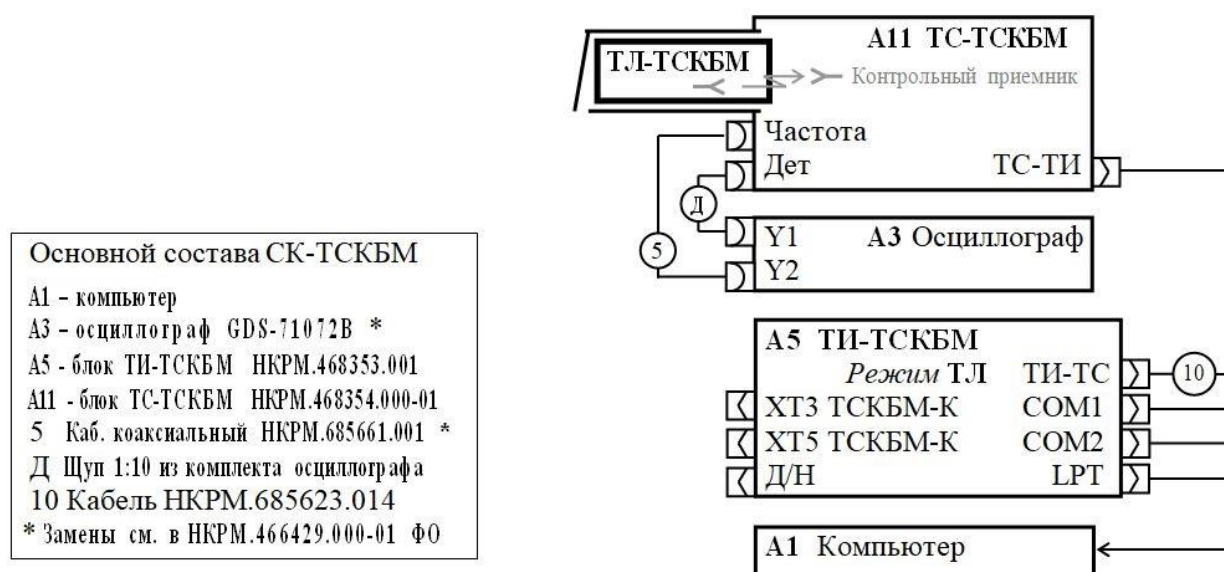

Рисунок 3.2.3.1 - Схема проверки прибора ТЛ-ТСКБМ
3) Для проверки прибора ТЛ-ТСКБМ 1,7 ГГц НКРМ.464213.003 соберите схему проверки (рисунок 3.2.3.1).